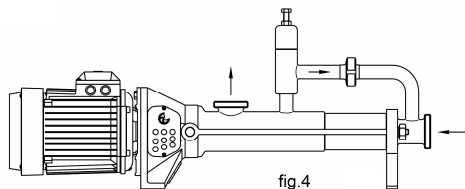

fig.4
- **Bypass de seguridad (o de presión)** (fig.4): Su función es aliviar una posible sobrepresión causada por un cierre brusco de la impulsión de la bomba por ejemplo. La válvula viene tarada de fábrica a la presión máxima de trabajo (6 bar la ROTOR-M y a 12 bar la ROTOR-2/M). El sentido de giro deberá ser siempre antihorario (aspiración por la boca).